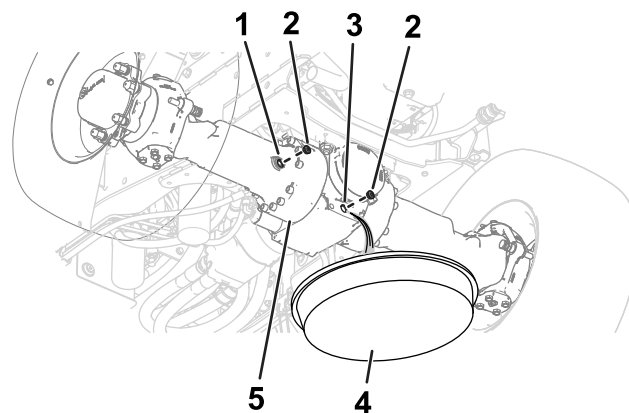
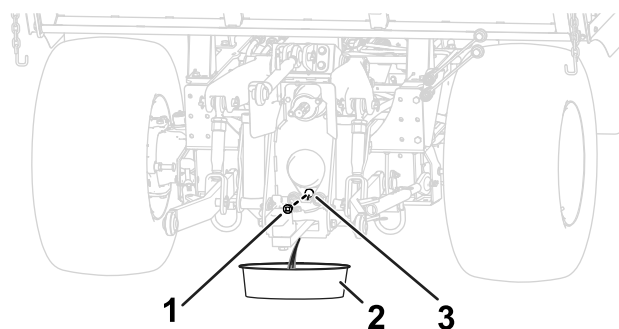

Figure 97
Figure 98
1. Placez un bac de vidange sous le carter de différentiel du pont (Figure 97 et Figure 98).
2. Enlevez les bouchons du regard et de l'orifice de vidange des carters de différentiels des ponts (Figure 97 et Figure 98).